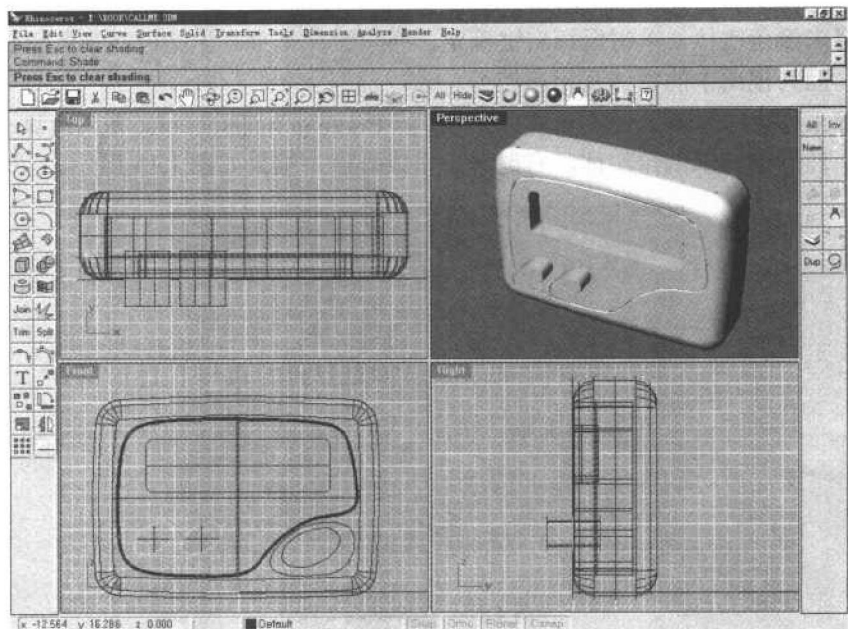

图 1.17 拉伸曲线 4 和曲线 5 作按键
- (1) 选中曲线 4 和曲线 5 (按住 **Shift** 键的同时用鼠标左键点取为加选), 选择 **Extrude Straight** (直线拉伸) 工具做出如图 1.17 所示的封闭实体, 然后使用 **Boolean**